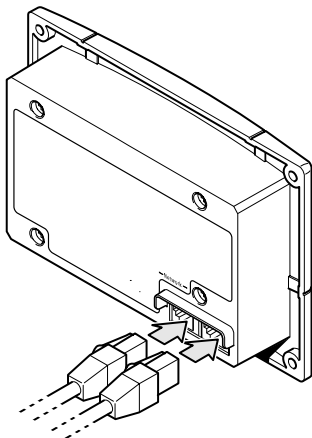

Рис. 2-6 Подключение сетевых кабелей
5. Подключите кабели Xanbus (и терминатор, если нужно) к одному из сетевых разъемов на задней панели системной панели управления. См. Рис. 2-6.
4. Подключите кабели Xanbus (и терминатор, если нужно) к одному из сетевых разъемов на задней панели системной панели управления. См. Рис. 2-6.